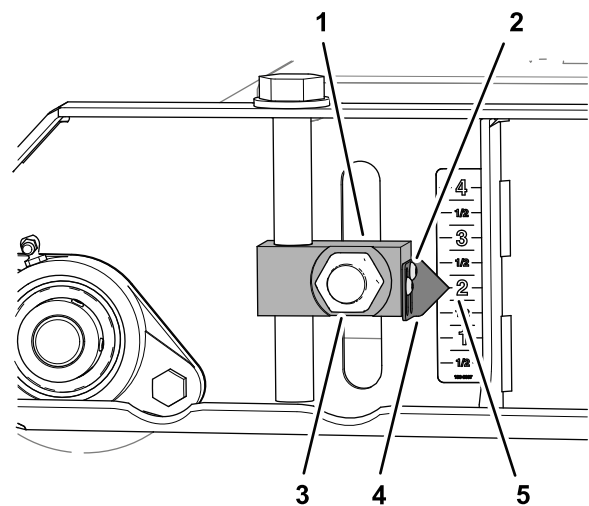

Figura 82
3. Desaperte os dois parafusos com cabeça flangeada que fixam o indicador para o bloco ajustador da altura de corte, alinhe o indicador com a marca de 5 cm no autocolante e aperte os parafusos (Figura 82).
- Aperte as quatro porcas que fixam os quatro blocos ajustadores da altura de corte (Figura 82 e Figura 84) para os rolos dianteiro e traseiro com 322 a 396 N·m.